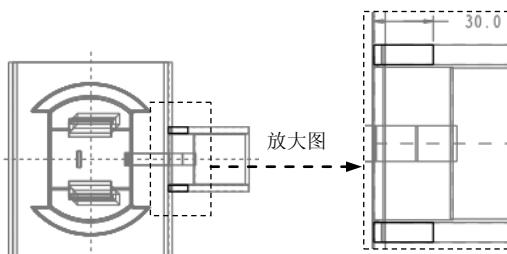

图 27.46 截面草图
Step9. 创建实体切削特征 4。单击 **模具** 功能选项卡 **形状** ▾ 区域中的 按钮, 此时系统弹出“拉伸”操控板; 在操控板界面中按下 按钮; 右击, 从系统弹出的菜单中选择 **定义内部草绘...** 命令; 在系统弹出的“草绘”对话框中单击 **使用先前的** 按钮; 进入截面草绘环境后, 选取 MOLD_FRONT 基准平面和 MOLD_RIGHT 基准平面为草绘参考, 利用“投影”命令绘制图 27.46 所示的截面草图。完成特征截面的绘制后, 单击“草绘”操控板中的“确定”按钮 ; 选取深度类型并输入深度值: 在操控板中选取深度类型 (即“穿透所有”); 在“拉伸”操控板中单击 按钮, 完成特征的创建。